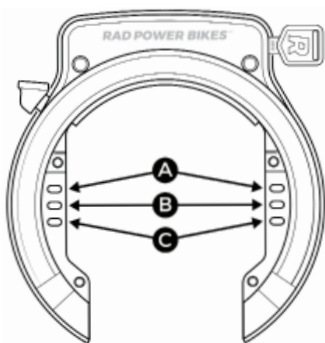

Figura 4: Montajes de bloqueo
3. **Determine qué montajes de bloqueo usar.** El candado de llanta trasera Rad Fat se fija a los montajes del marco con uno de los tres pares de montajes de bloqueo. Consulte la Figura 4 para determinar cuál de los montajes de bloqueo usar.
- Para bloquear la rueda:** Gire la llave en el sentido de las agujas del reloj y deslice la palanca manual hacia la abertura del candado de llanta trasera hasta que el grillete se trabe en la posición completamente cerrada (Figura 8). Luego gire la llave en el sentido contrario a las agujas del reloj para bloquear el grillete en esta posición. Asegúrese de que el grillete no interfiera con ningún radio ni con el borde de la rueda. Si el grillete interfiere, es posible que deba cambiar la posición de montaje del candado (Figura 4).